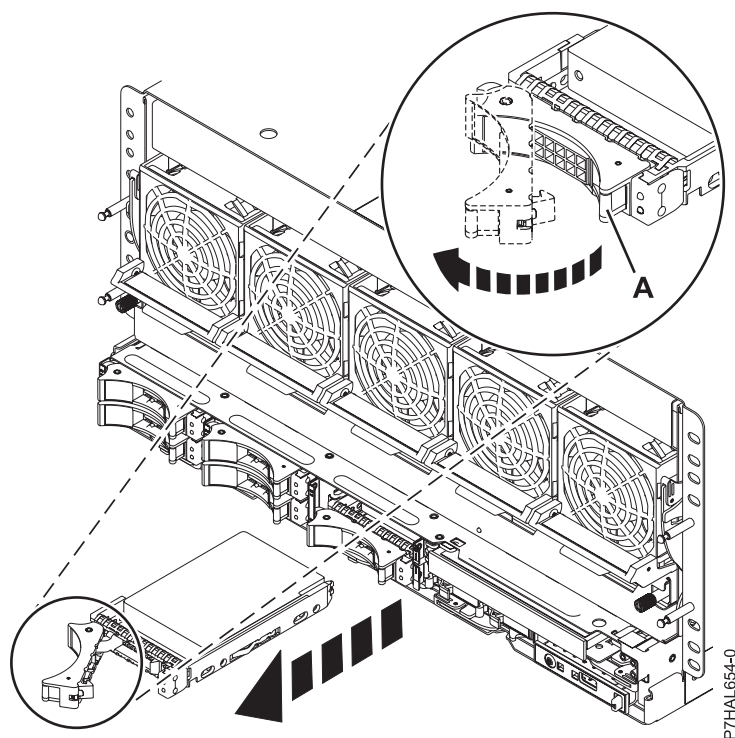

Figura 32. Extracción de una unidad de disco del sistema
1. En el sistema, desbloquee el asa de la unidad ejerciendo presión y tirando de ella hacia usted, como se muestra en la Figura 32 en la página 51.